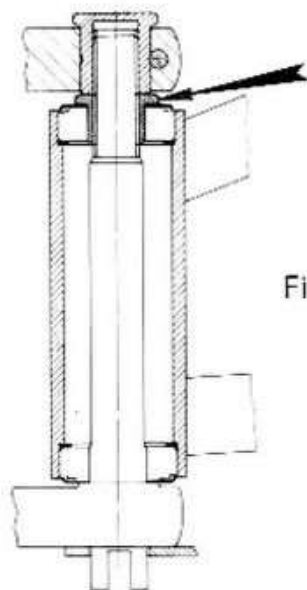

Fig. 52
- 6) Svitare il dado che blocca il perno sterzo (fig. 52).
Qualora si rendesse necessaria una registrazione del gioco del perno sterzo, agire sul dado indicato in fig. 52, finché per girare lo sterzo si senta un leggero attrito.